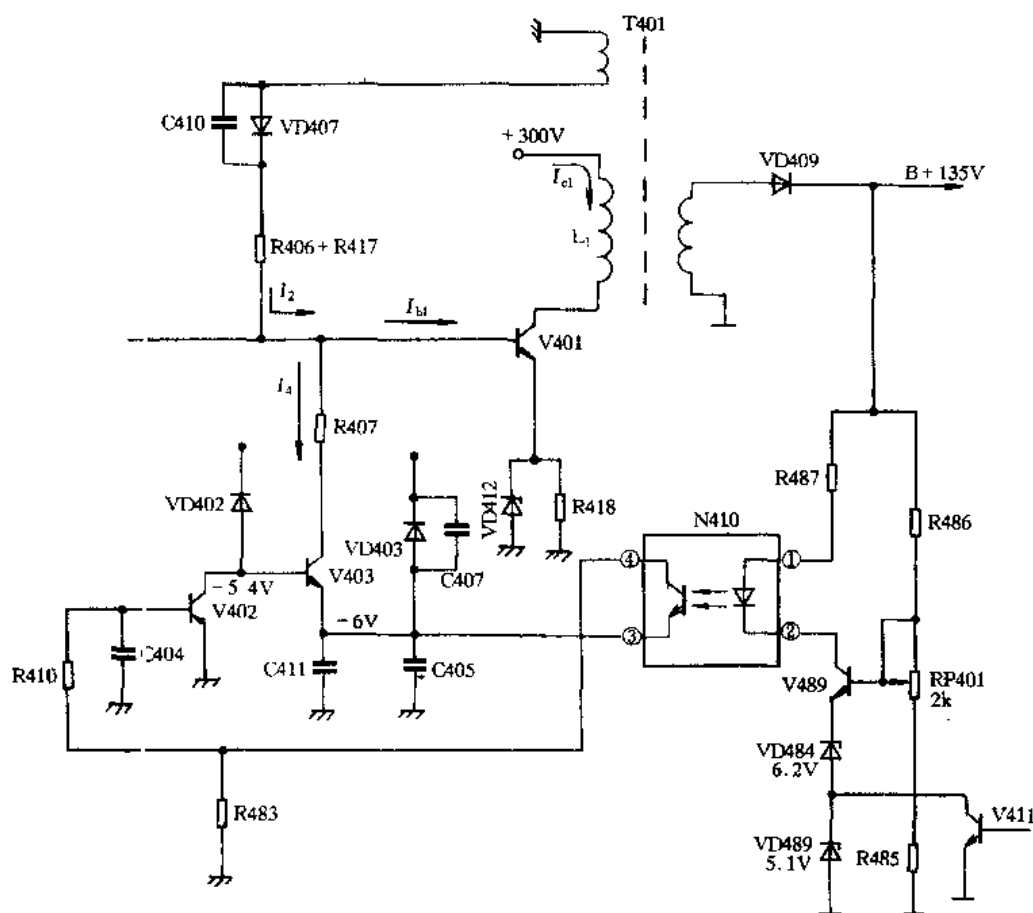

图 1-3 稳压系统原理电路
具体的稳压电路(参见图 1-3), 从次级 B+ 通过 R486、RP401、R485 取样网络的 RP401 中点电压为取样放大管 V489 的基极电压, V489 的射极接 VD484 串 VD489 得 11.3V 的稳定电压, 集电极通过 N410②~①(内部为发光二极管)脚、R487 接 B+。N410①脚到②脚的电位差正常值为 1.0V 左右。当某种原因使 B+ 电压升高时: $B+ \uparrow \rightarrow V489$ 基极电压 $\uparrow \rightarrow b-e$ 间电位差 $\uparrow \rightarrow I_{c489} \uparrow \rightarrow U_{c489} \downarrow \rightarrow$ 通过发光二极管的电流 $\uparrow \rightarrow$ 发光二极管光强 $\uparrow \rightarrow N401$ ④~③脚等效电阻 $r_{ce} \downarrow \rightarrow V402$ 基极电压 $\downarrow \rightarrow V402$ 集电极电流 $\uparrow$ (V402 为 PNP 管) $\rightarrow V403$ 基极电流 $\uparrow \rightarrow V403$ 集电极电流 $\uparrow \rightarrow$ (V403 的 r_{ce} 减小) 即 $I_A \uparrow \rightarrow I_{b1} \downarrow \rightarrow V401$ 饱和导通时间 $\downarrow \rightarrow T401$ 原方(初级)储能 $\downarrow \rightarrow B+ \downarrow$ 。